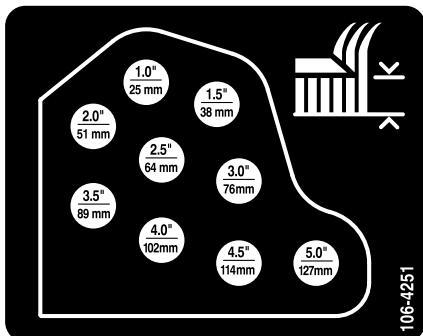

Figura 17
- 6. Monte las cadenas de altura de corte en el taladro de altura de corte deseado (Figura 17) con el pasador de horquilla y una chaveta.